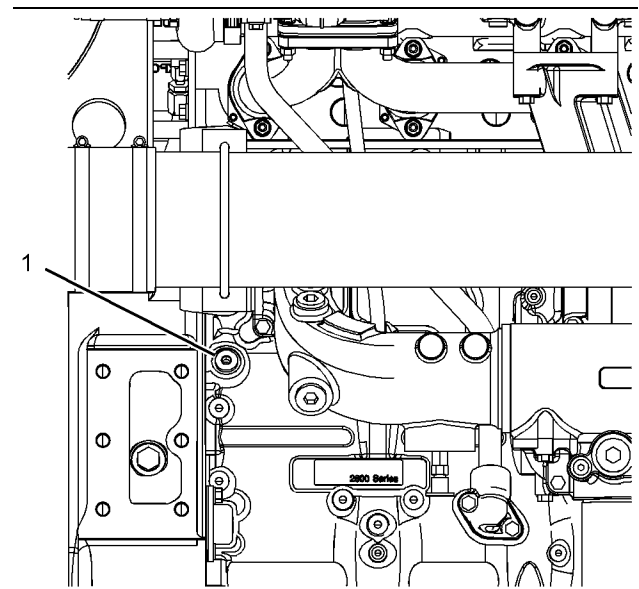

图 20
拆下图 20 中所示的塞，以便连接至发动机机油系统。所需的连接为 9/16" x 18 tpi。确保使用正确的机油技术规格，请参阅本操作和保养手册，油液建议，了解更多信息。润滑发动机内部表面后，拆下接头并安装塞 (1)。拧紧螺塞至扭矩 30 N·m (265 lb in)。Perkins 建议必须在至少 10° C (50° F) 的环境温度下执行该步骤。